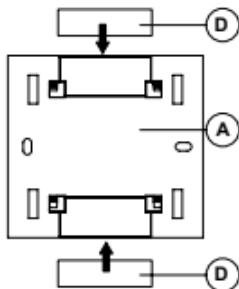

Fig. 4.
Ou fixez la plaque de retenue A (fig.4) sur une surface lisse/plane (la surface ne peut pas être métallique) à l'aide des bandes adhésives livrées (D).